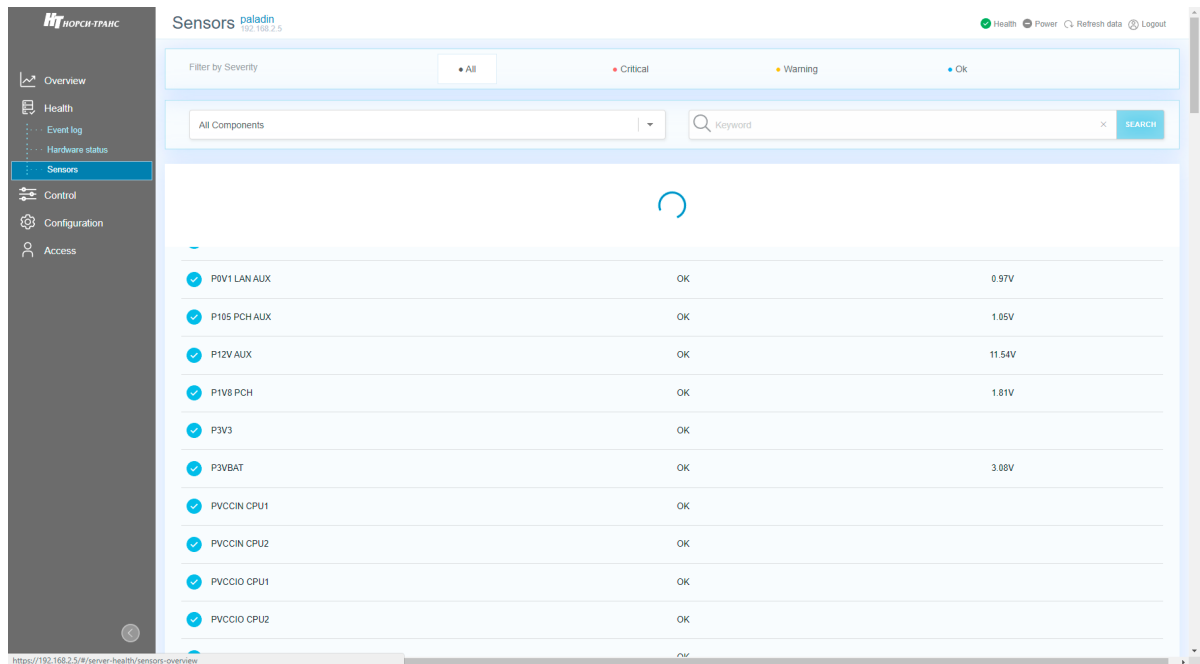

Рис. 76. Окно «Sensors»
4) Пройдите во вкладку «Health» → «Sensors» в данной вкладке отображается информация по датчикам установленным в сервере. В поле «Filter by Severity» произведите фильтрацию по степени серьезности события. В раскрывающемся списке выберете компонент сервера где хотите просмотреть состояния датчиков. В поле поиска произведите фильтрацию по ключевым словам датчиков. Окно показано на рис. 76 Окно «Sensors».